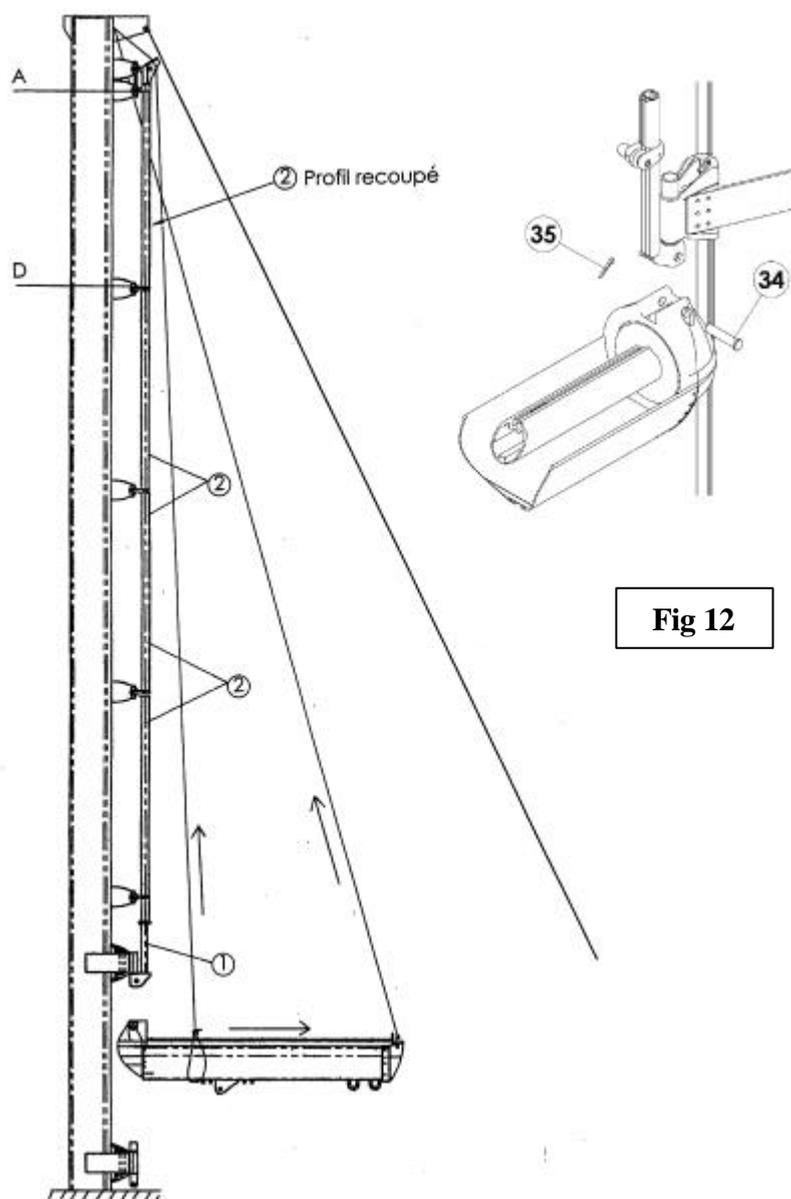

Fig 12
III 9 c 2 - Montez les coulisseaux de fixation d'écoute de grand voile (25) et la fixation de halebas (28) orientée comme sur la fig.12.
III 10 a - Hisser la bôme en la repoussant vers l'arrière avec 1 drisse et 1 balancine (Fig. 12), **en la maintenant aussi horizontale que possible.**